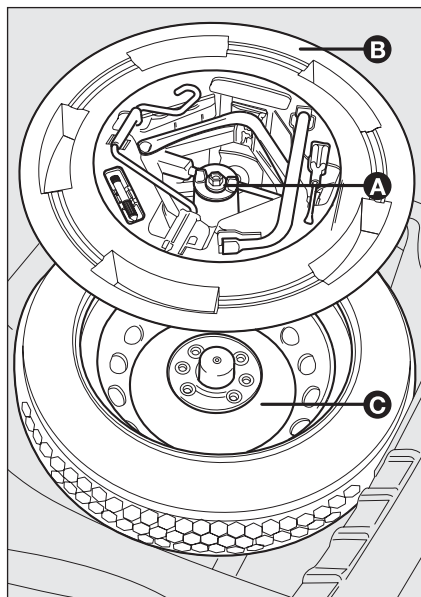

fig. 15
- ranger la roue de secours **C-fig. 15** dans son logement dans le coffre à bagages;
- remettre dans son étui **B-fig. 15** le cric partiellement ouvert en le forçant légèrement dans son siège de façon à éviter les vibrations pendant la marche;
- ranger la boîte avec les outils dans la roue de secours, en vissant le dispositif de blocage **A-fig. 15**;